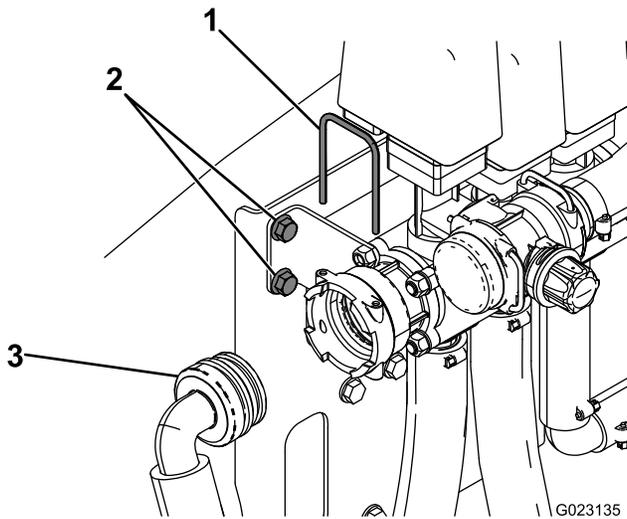

Bild 20
- 1. Entfernen Sie die Befestigungsgabel, mit der der Druckschlauch auf der Seite des Rührwerkventils befestigt ist (Bild 20), und legen Sie den Schlauch und die Gabel beiseite.
2. Entfernen Sie die zwei Bolzen, mit denen die kleine Halterung am Rahmen befestigt ist. (Bild 20).